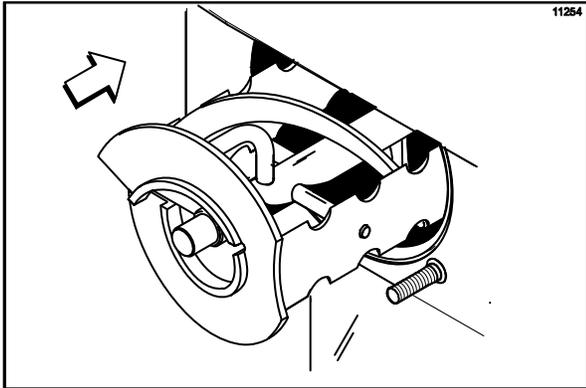

Figura 114
4. Sostenga las cuchillas en el conjunto de la batidora e introduzca el conjunto de la batidora en el cilindro refrigerante. Enganche el extremo del eje firmemente en el receptáculo del eje motor. (Vea la figura 114).